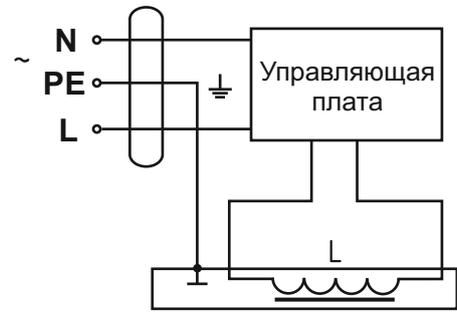

Рис. 2
4.3.5 Электрическая схема подключения клапана приведена на рис. 2. Обозначение контактов на схеме соответствует их маркировке на концах проводов.